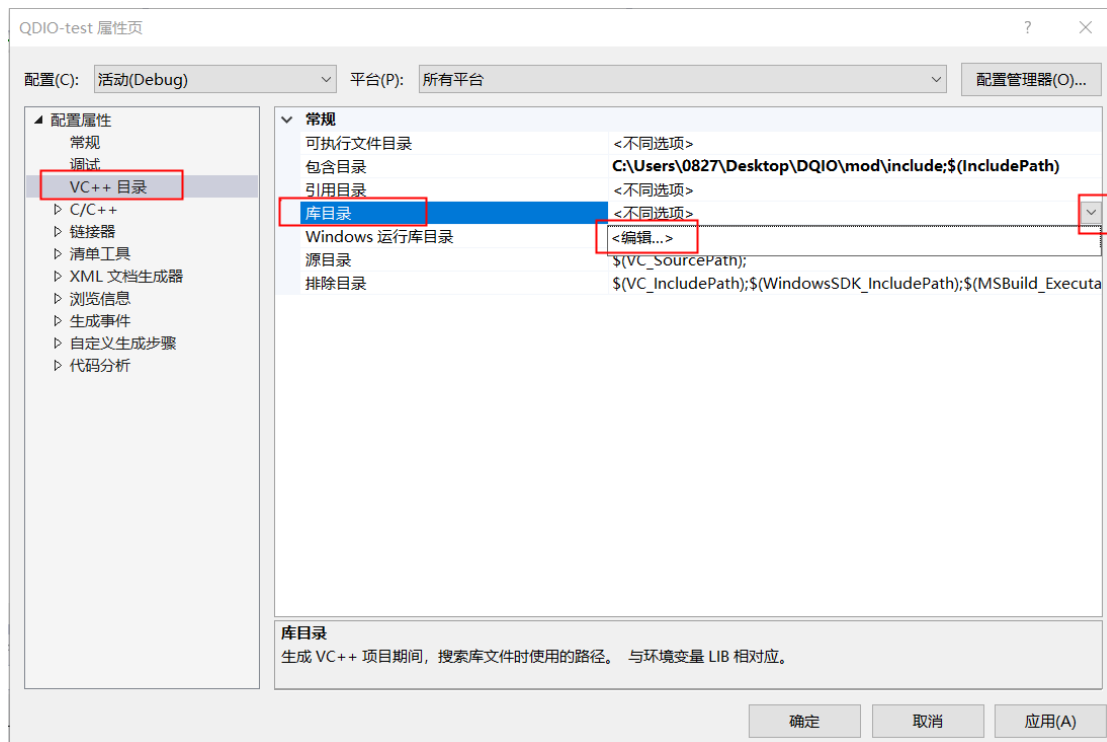

图 4-20 选择路径
5. 回到属性页中，点击<VC++ 目录>→<库目录>，点击向下箭头→<编辑>，在此添加库文件路径，如图 4-20 所示。